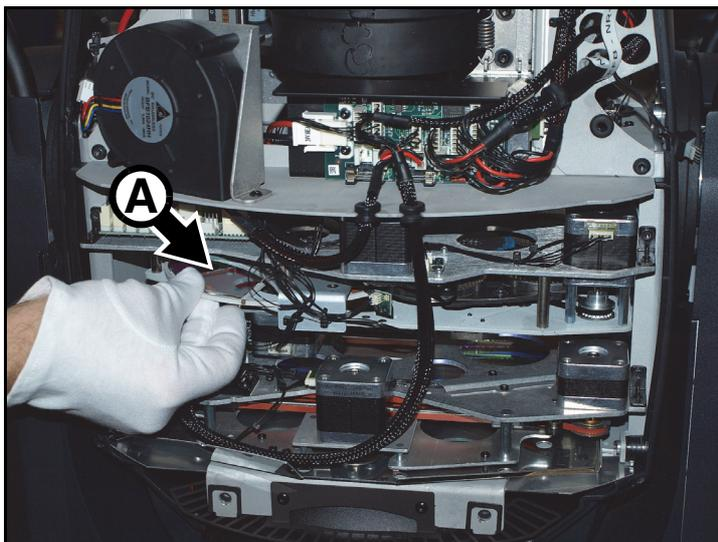

Figure 21: Extraction d'un filtre de couleur
- Voir Figure 21. Il n'est pas nécessaire de retirer le module pour extraire un filtre de couleur. Tournez la roue de couleur jusqu'à ce que le filtre à changer soit accessible. Soulevez légèrement le filtre de la roue pour le dégager, attrapez-le par les bords et dégagez-le complètement. Si vos doigts sont trop épais, protégez le verre avec un papier plié plusieurs fois sur lui-même et attrapez le filtre avec une pince à bec fin.